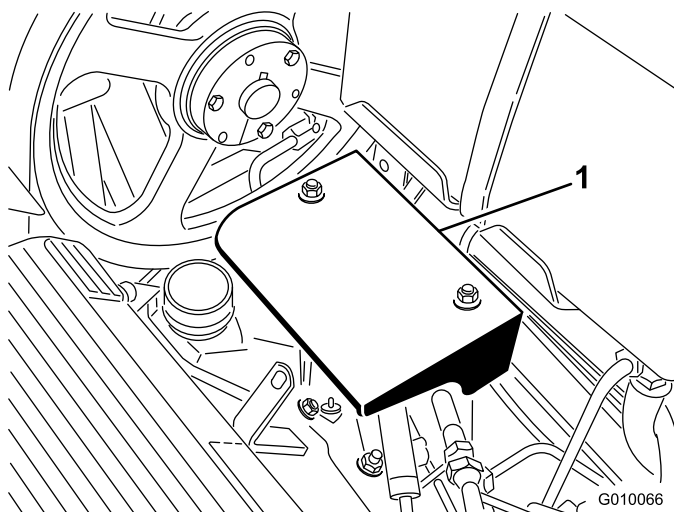

Figura 56
2. Retire las 2 tuercas de montaje del protector de la bomba, y retire el protector (Figura 56).